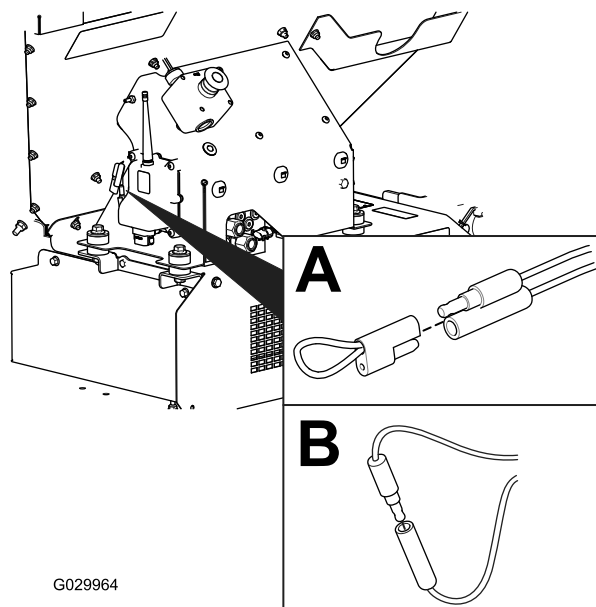

図 59
2. 故障診断コネクタ2個についているキャップを外す 図 59のA。
3. 故障診断コネクタ同士を接続する (図 59のB)。
2. 故障診断コネクタ同士の接続を外す 図 59のB。
3. 故障診断コネクタ2つにキャップを元通りに取り付ける 図 59のA。